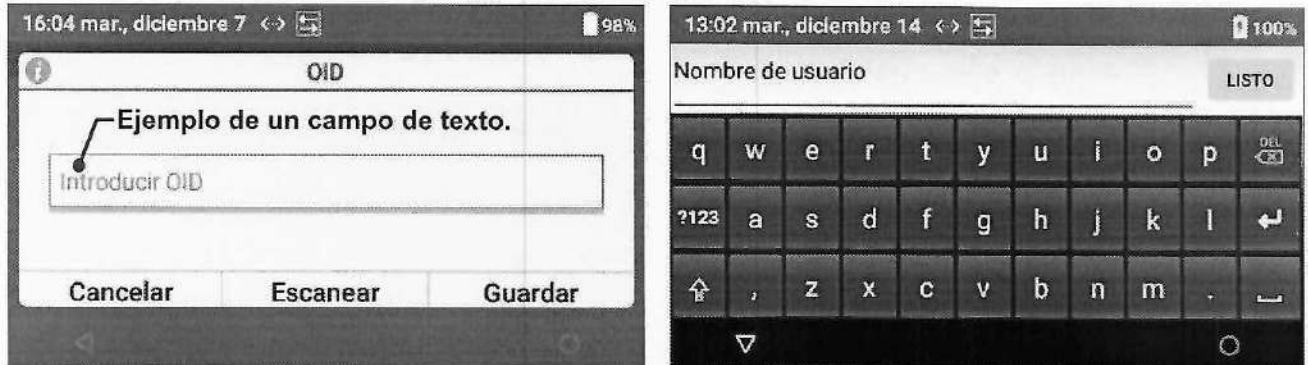

Figura 10: Visualización del teclado virtual
- Para ver el teclado virtual, toque un campo de texto (p. ej., cuando aparezca un cuadro de diálogo **Introducir OID** [Figura 10], seleccione **Introducir OID**).